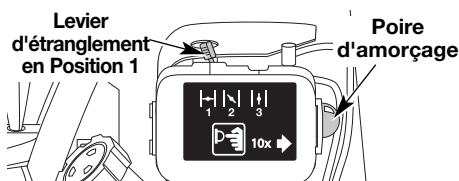

Fig. 12
- ➔ 4. Pressez et relâchez la poire d'amorçage à 10 reprises, lentement. Une certaine quantité d'essence devrait être visible dans la poire d'amorçage et les conduites d'essence (Fig. 12). Si vous n'apercevez pas d'essence dans la poire, pressez et relâchez la poire autant de fois qu'il le faut pour y voir de l'essence.
5. Placez le levier d'étranglement en **position 1** (Fig. 12).